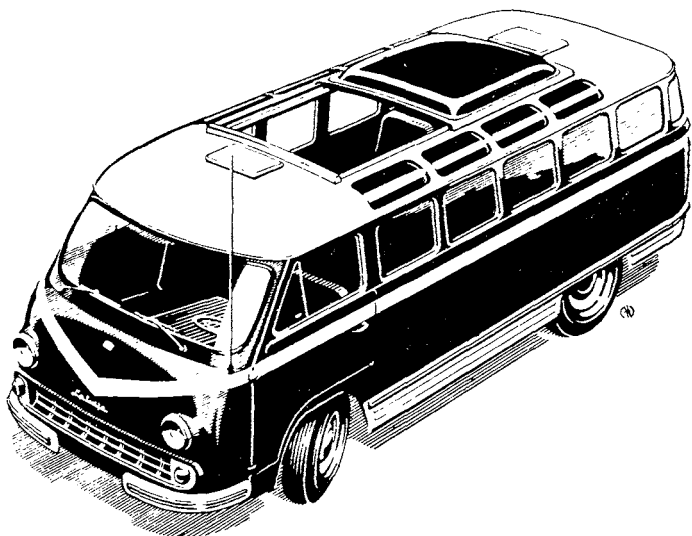

Рис. 3 Микроавтобус РАФ-977Е «Турист»
1. Микроавтобус РАФ-977Е «Турист» (рис. 3) предназначен для перевозки туристов. Он имеет дополнительно прозрачный раздвижной люк на крыше, широкополосный автомобильный радиоприемник, улуч-